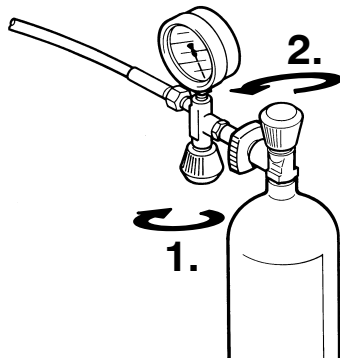

Abb. 9 Füllen der Druckluftflaschen
- Zuerst Füllventil öffnen (1, Abb. 9).
- Dann Flaschenhahn (2) öffnen – Druckluftflasche wird gefüllt.